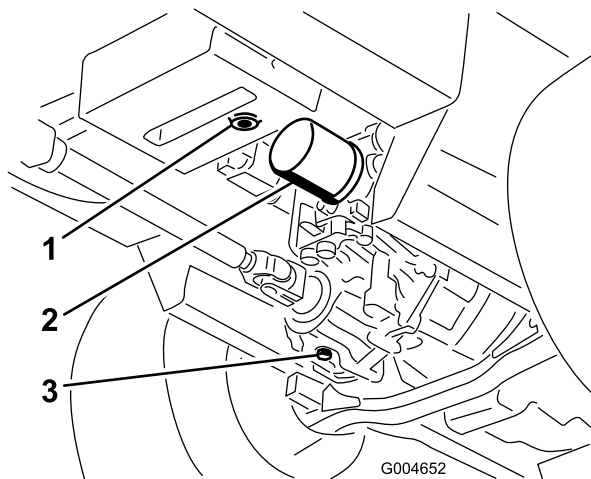

図 58
3. 油圧オイルタンクとトランスミッションケースの下にオイルを受ける大型の容器を置き、それぞれのドレンプラグを外してタンク内のオイルを完全に排出、回収する 図 58。
4. 油圧オイルフィルタ取り付け部の周辺をウェスできれいに拭き、フィルタを外す 図 58。